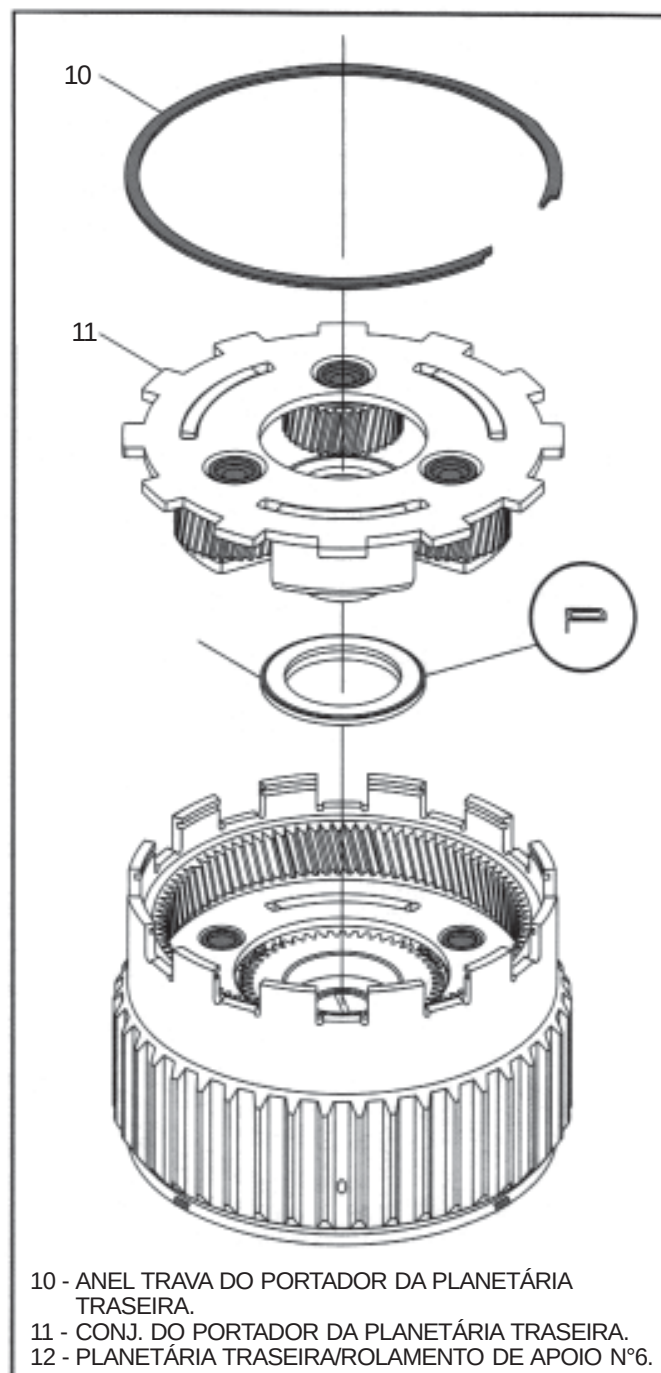

Figura 97
14. Instale na engrenagem solar dianteira o rolamento de apoio N° 5 do portador da planetária traseira, na direção indicada na Figura 97, com a borda voltada para baixo.
15. Instale o portador da planetária traseira girando-o até encaixar, conforme ilustrado na Figura 97.
16. Instale o anel trava do portador da planetária traseira, conforme ilustrado na figura 97.